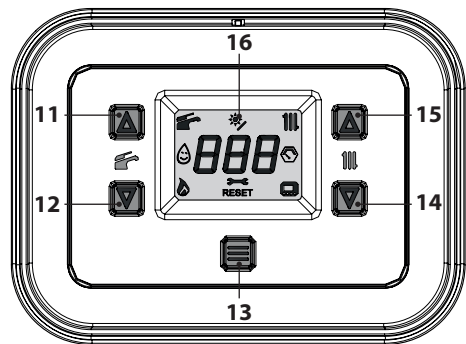
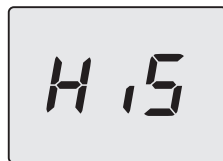
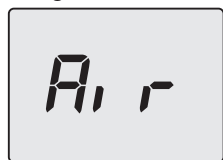
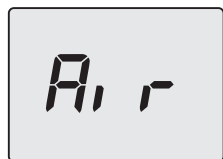

Figura 6.6
Figura 6.8
Figura 6.10
Figura 6.11
- Tenere premuto per 5 secondi il tasto 13 fino a far apparire sul display entrambe i simboli  e  (Figura 6.6).
- Entrare in "modalità programmazione" premendo contemporaneamente per 5 secondi i tasti 12 e 14 (Figura 6.6) fino a far apparire sul display LCD le lettere **HiS** che indicano il menu "Storico delle caldaie" (Figura 6.8).
- Premere il tasto 13 (Figura 6.6) per attivare la funzione. Il display visualizzerà quanto segue (Figura 6.10 e Figura 6.11).
- tenere premuti contemporaneamente i tasti 12 e 14 per 5 sec. (Figura 6.6) (ritorno al livello precedente).
- Spegnere la caldaia tenendo premuto per 5 secondi il tasto 13 (Figura 6.6) fino a far apparire sul display LCD il simbolo **— — —** (i trattini vengono accesi in sequenza per simulare uno scorrimento) (Figura 6.5).